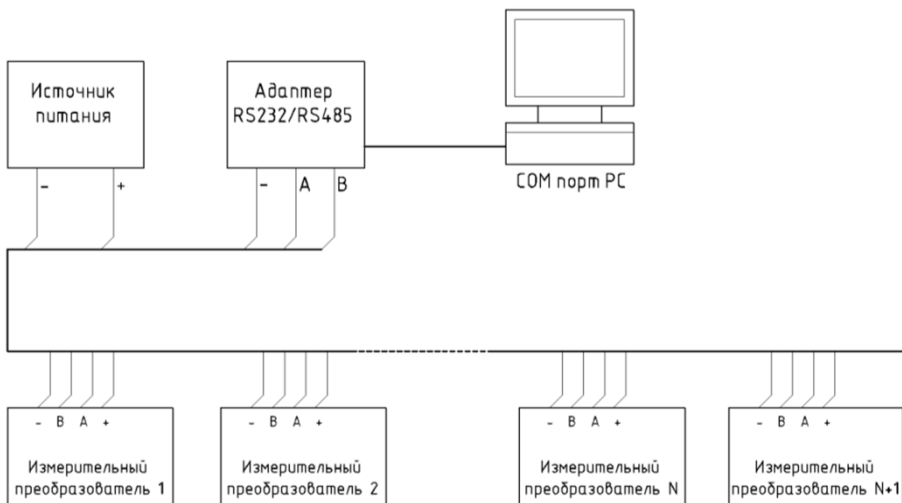

Рис.5. Схема подключения преобразователей.
7.2.2. **Подключение преобразователей исполнения -С** к измерительной системе осуществляется по четырем проводам - по одной паре подается напряжение питания (цепи - и +), по другой происходит обмен по интерфейсу RS-485. Преобразователи подключаются к четырехжильному кабелю параллельно, как показано на рис.5. Питание и считывание показаний из преобразователя возможно контроллером ИВА-128 или ПК через преобразователь интерфейса ПИ-1С, либо другими контроллерами Modbus RTU, имеющими интерфейс RS-485 (кроме дифференциальной пары А-В обязательно наличие общей линии GND).